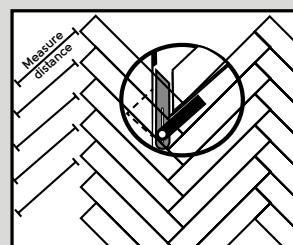

Fig. 9
- Het snijden en leggen van de planken aan de muren moet als volgt gebeuren: meet en markeer de planken zoals getoond in het schema. De hoek van de muur kan worden bepaald met een winkelhaak (zie verder) (Fig. 9).